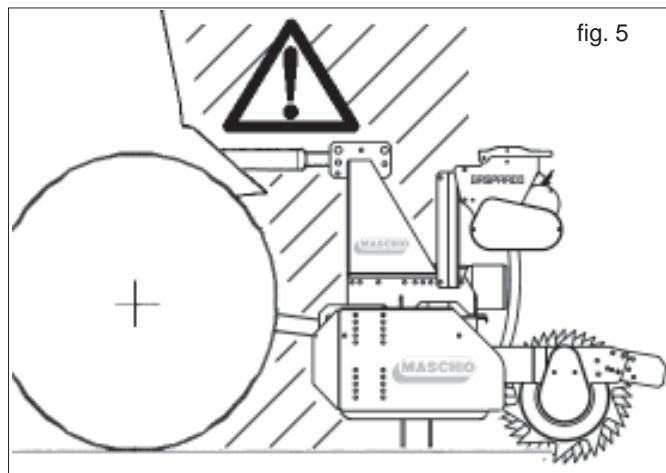

fig. 5
- 25) Es ist strengstens verboten zwischen den Schlepper und den Anschluß zu treten, um die Hubsteuerung von aussen zu betätigen (Abb. 5).
- 26) Es ist strengstens verboten, bei laufendem Motor und Gerät zu treten (Abb. 5), ohne zuvor die Feststellbremse gezogen und einen Bremskeil unter die Räder gelegt zu haben.